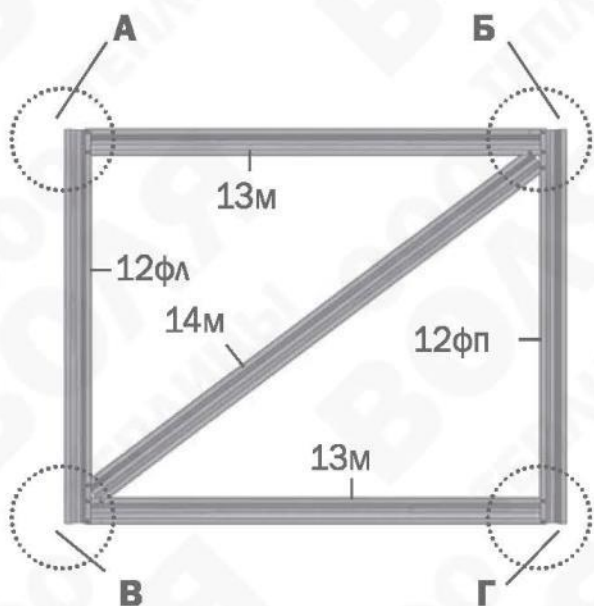

Рис. 13
детали 12...14 (дверь и форточка) - см. Рис.13,14
2. Первоначально надо раскроить лист покрытия для торцов. Для этого соберите двери, форточки (**рис.13, рис.14**) и половину торца из деталей дуг **4ВК, 4НК** и прямолинейных деталей **1, 8П, 11-1, 11-2П, 21П, 9-1П, 9-2П**, временно закрепив загнутые концы деталей **11-2** на отверстия дуги. Не снимая защитной пленки с поликарбоната, разметьте места расположения деталей на листе покрытия в соответствии с **рис. 3** и **рис. 4**